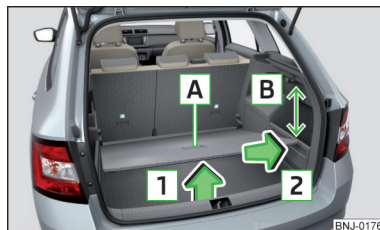

Fig. 103
- Ridicați podeaua variabilă de mânerul **A** în sensul săgeții **1**, astfel încât zona din spate a acesteia să se afle la aproximativ 15 cm **B** sub marginea măștii rulate » fig. 103.
- Prindeți podeaua variabilă de mânerul **A** » fig. 103.
La scoaterea, respectiv introducerea podelei variabile, se va respecta distanța de 15 cm **B** » fig. 103 față de masca rulantă - nerespectarea ei poate duce la deteriorarea garniturii capotei portbagajului.